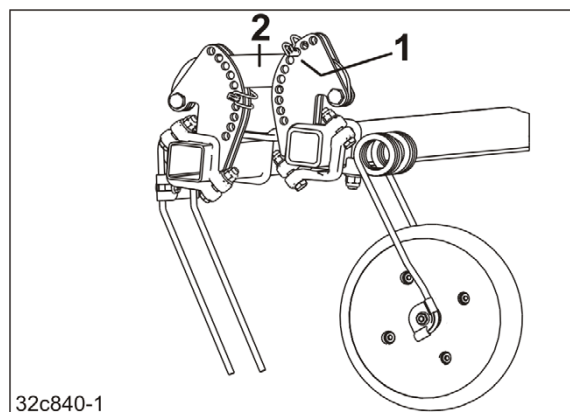

Fig. 181
3. Le réglage de la profondeur de travail des dents du recouvreur s'effectue en fixant la goupille de sécurité pour tube (Fig. 181/1)
- o au dessus du bras (Fig. 181/2),
Plus la goupille du tuyau (Fig. 181/1) est enfoncée profondément dans le segment de réglage, plus la profondeur de travail augmente.